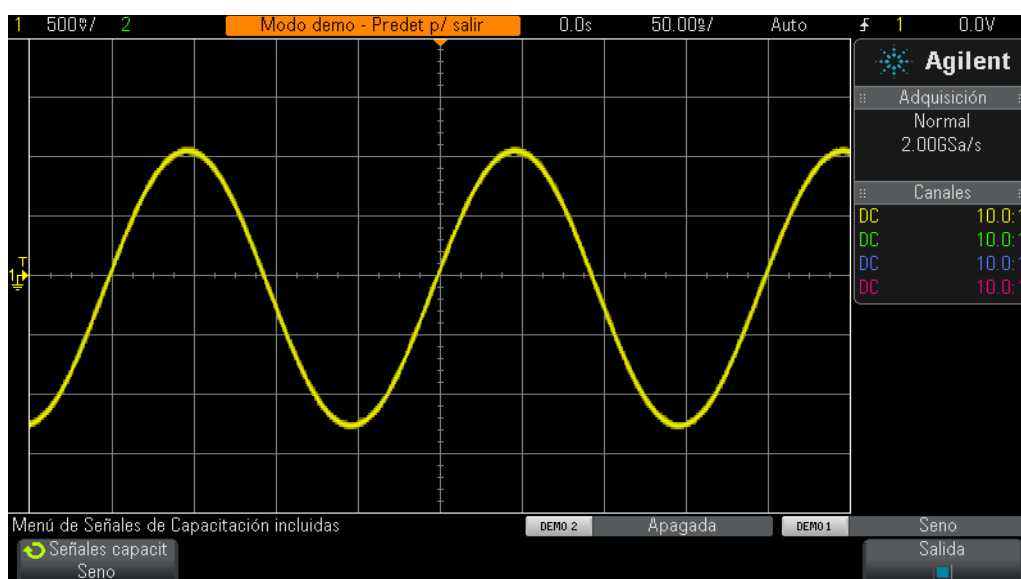

Figura 9 Configuración inicial para ver la señal de capacitación de la onda sinusoidal
- 8 Gire la perilla s/div (perilla grande en la sección Horizontal) hacia la derecha hasta que observe más de dos períodos de una onda sinusoidal a través de la pantalla. El ajuste correcto debe ser **50 ns/div**, que se muestra como “50,00ns/” cerca de la mitad de la parte superior de la pantalla. La pantalla del osciloscopio ahora debe ser similar a la Figura 9. A partir de este punto, simplemente nos referiremos a esta configuración como el ajuste de “base de tiempo” del osciloscopio.